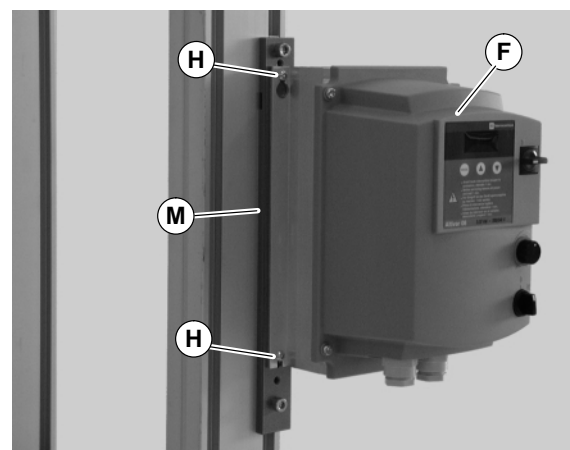

Abbildung 12
4. Den Frequenzumrichter (F auf Abbildung 12) an der Montageleiste (M) mit Schrauben befestigen (H).